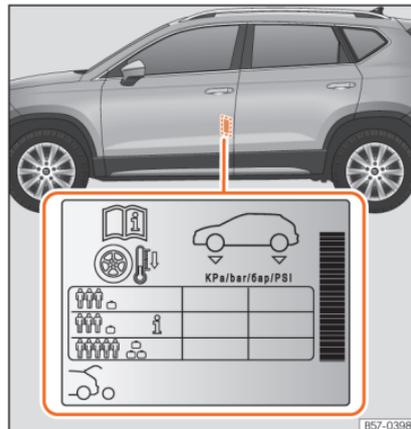

Abb. 229 Einbauort des Aufklebers für den Reifenfülldruck.
- Passen Sie bei größerer Zuladung den Reifendruck entsprechend an »» **Abb. 229**.
Die Angaben zum Reifendruck befinden sich auf einem Aufkleber an der B-Säule der Fahrertür »» Abb. 229.
Je nach Fahrzeug kann der Reifendruck auf halbe Last eingestellt werden, um den Fahrkomfort zu verbessern (Reifendruck **i** »» Abb. 229). Beim Fahren mit Komfort-Reifendruck kann sich der Kraftstoffverbrauch leicht erhöhen.
Der Reifendruck muss der aktuellen Fahrzeugbelastung angepasst werden. Wenn das Fahrzeug voll beladen werden soll, muss der Reifendruck entsprechend dem auf dem Reifendruck-Aufkleber »» Abb. 229 angegebenen maximalen Wert erhöht werden.
Füllen Sie bei einem minimierten Notrad (125/70 R18) auf einen Druck von 4,2 bar, gemäß Angabe auf dem Aufkleber mit den Reifendruckwerten »» Abb. 229.
- Der Fahrer ist verantwortlich für den richtigen Reifendruck an allen Reifen am Fahrzeug. Der empfohlene Reifendruck befindet sich auf einem Aufkleber »» Abb. 229.
- Immer den richtigen Reifendruck am kalten Reifen einhalten, wie auf dem Aufkleber angegeben »» Abb. 229.